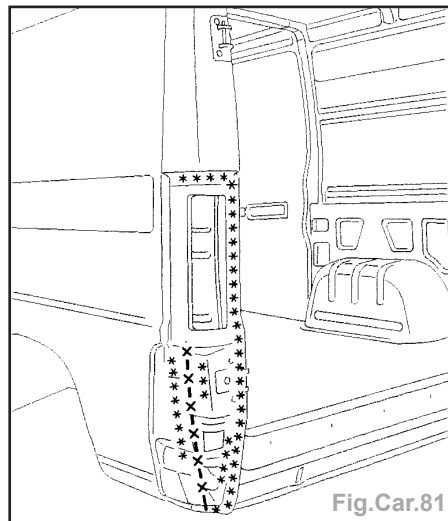

Fig.Car.81
- Dégrafer la ligne de points à l'aide d'une fraise de Ø 8 mm (Fig.Car.81).